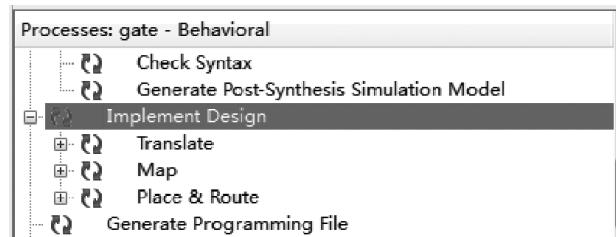

图 3.56 调用实现工具
(1) 选择将要实现的文件。对于 Verilog HDL 的设计者,选择 gate.v 文件。对于 VHDL 的设计者,选择 gate.vhd 文件。
(2) 如图 3.56 所示,在处理子窗口下,选择并双击 Implement Design 选项。